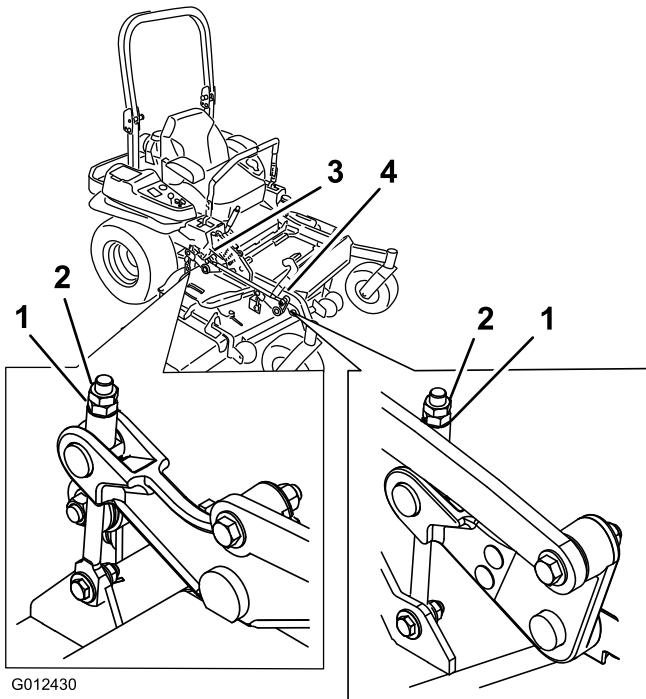

Figura 87
- Mettete a punto il dado di regolazione sul gruppo di sollevamento del piatto di taglio anteriore ruotandolo (Figura 87).
16. Mettete a punto il dado di regolazione sul gruppo di sollevamento del piatto di taglio anteriore ruotandolo (Figura 87).